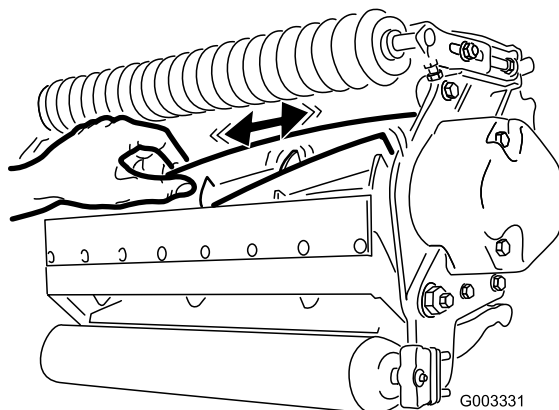

図 27
2. ボロ布を厚く巻くか丈夫なパッドのついた手袋をして、カッティングユニットの刃の部分をつかみ、リールを左右に揺すってガタがあるかどうかを調べる（図 27）。